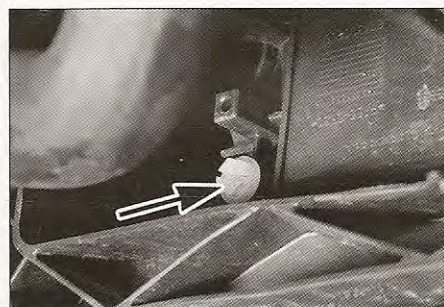

FIG. 13
- Abrir el tapón de vaciado de líquido de refrigeración situado abajo a la izquierda del radiador (fig. 13).